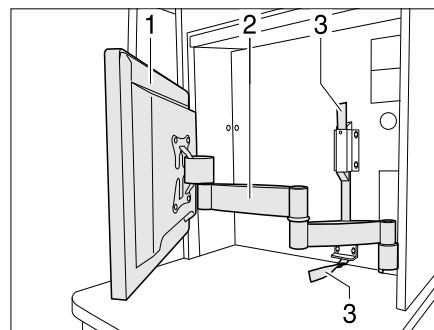

Bild 74 Flachbildschirm mit Gelenkarm
- Am Textilband (Bild 74,3) ziehen, um den Gelenkarm (Bild 74,2) zu entriegeln.
- Flachbildschirm (Bild 74,1) in die gewünschte Position schwenken.